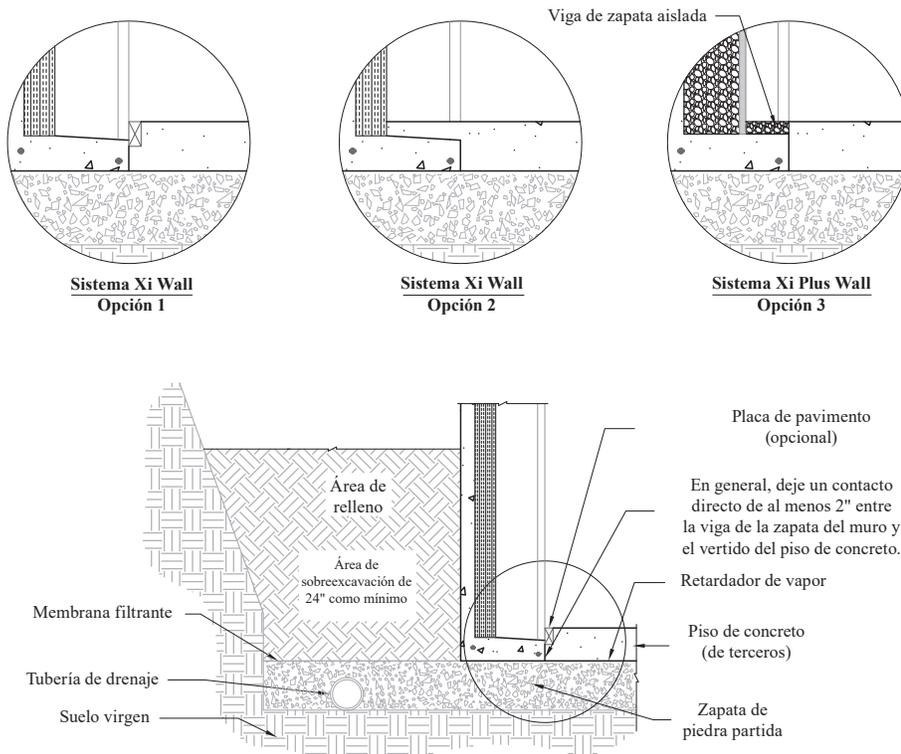

Figura 11
- Para el sistema de muros Xi Wall, sujete un pedazo de listón (se recomienda que haya sido tratado a presión) al revestimiento galvanizado del montante a la altura deseada del piso de concreto para formar un panel de pavimento (consulte la Figura 11 - Opción 1), u omita la placa de pavimento y deje que el vertido de piso de concreto se escurra entre las cavidades de los montantes encima de la viga de zapata de Superior Walls (consulte la Figura 11 - Opción 2).
- Para el sistema Xi Plus Wall, vierta una losa de 4" utilizando el canto superior de la viga de zapata aislada como guía (consulte la Figura 11 - Opción 3).
- En general, deje un contacto directo de al menos 2" entre la viga de la zapata del muro y el vertido del piso de concreto. (Consulte la Figura 11 a continuación).